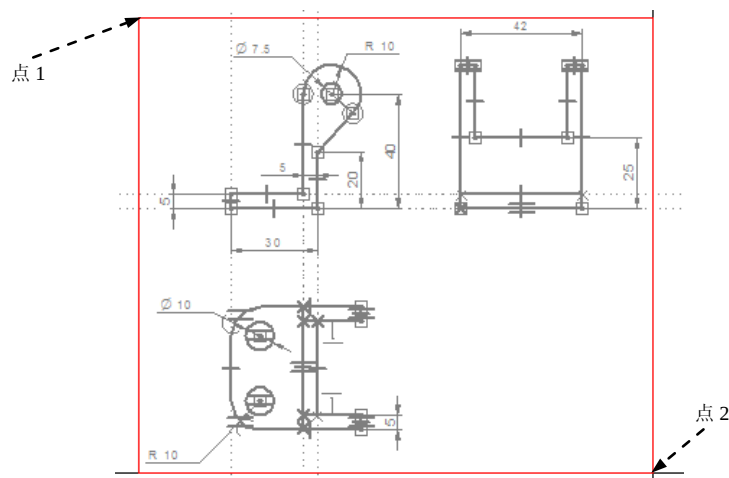

图 7.2.37 定义参照点
Step3. 单击图 7.2.37 所示的边矩形的两点，在“2D 模型”命令条“比例”下拉列表中选择 **2:1** 选项，然后在合适的位置放置 2D 模型视图。